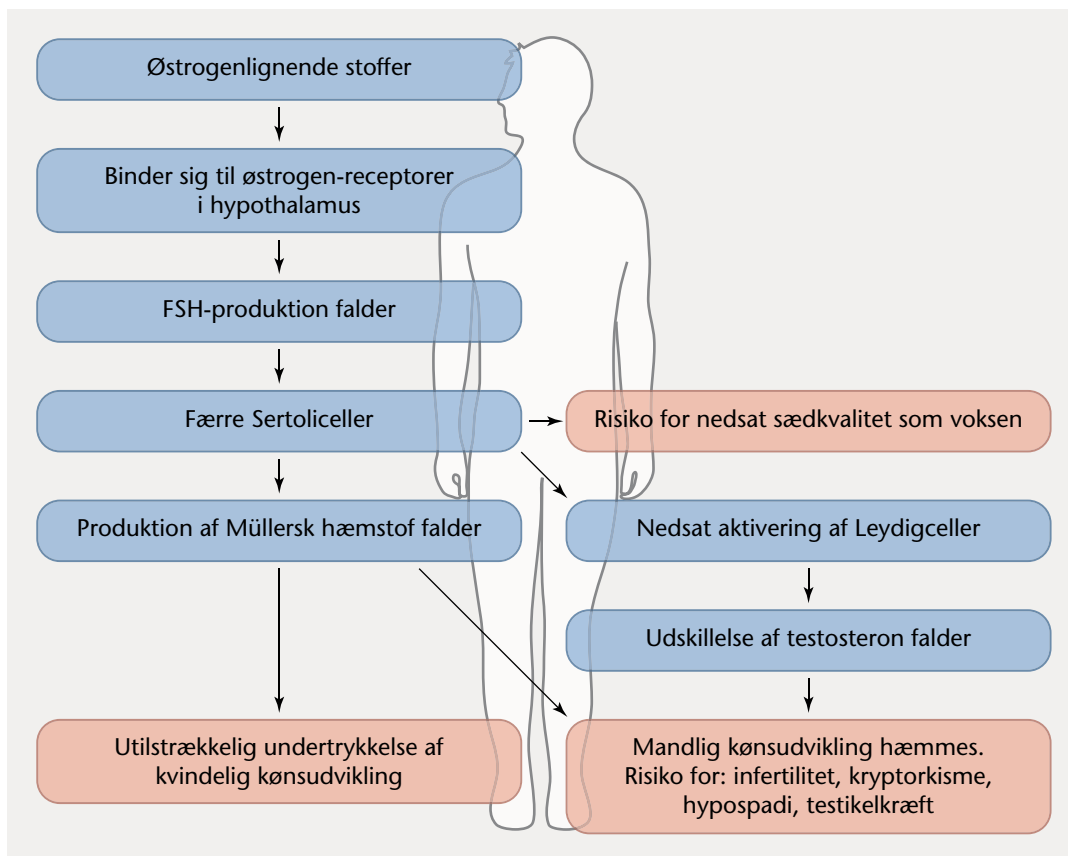

Figur 8. Testiklernes opbygning.
- Figur 8. Testiklernes opbygning. 9